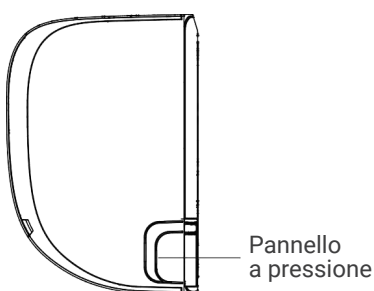

Fig. 3.3
2. Se il foro a muro è dietro l'unità, tieni il pannello a pressione al suo posto. Se il foro a muro è sul lato dell'unità interna, rimuovi il pannello a pressione di plastica dal lato dell'unità. (Vedi **Fig. 3.3**) Ciò creerà una fessura attraverso la quale la tubatura potrà uscire dall'unità. Usa delle pinze se il pannello di plastica è troppo difficile da rimuovere con le mani.